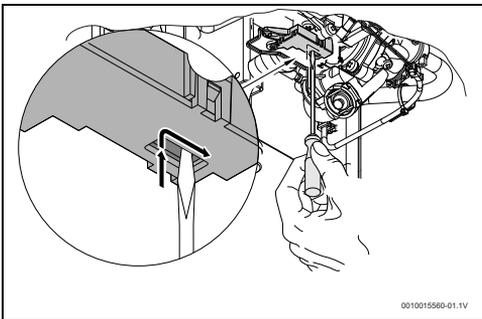

Bild 31 Rücksetzen des Mikroschalters
- ▶ Mikroschalter gemäß Abb. 31 positionieren.